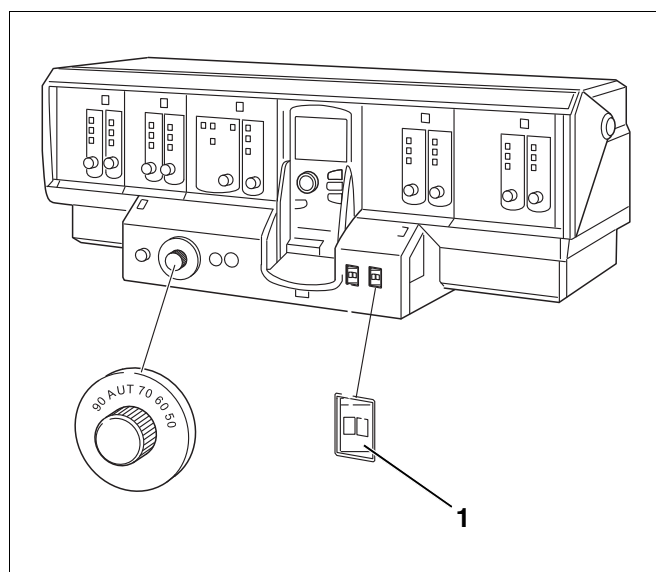

Рис. 49 Система управления Logamatic 4311
- Установить пусковой выключатель (рис. 49, поз. 1) на системе управления в положение „0“.